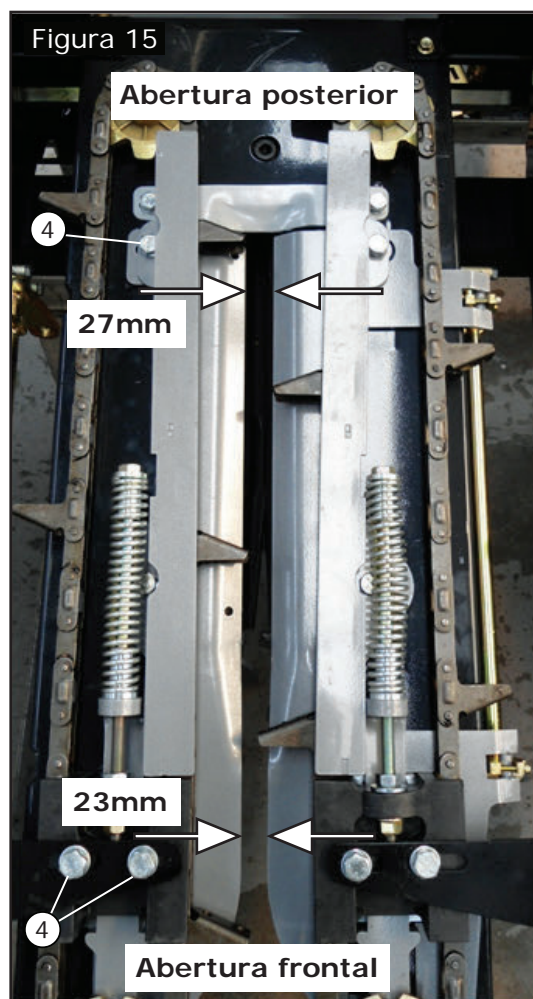

Figura 15a
Para facilitar o ajuste dos reguladores de entrada, a Linha X10 dispõe de um atuador elétrico que faz a abertura e fechamento dos mesmos através de uma caixa de controle (figura 15a), localizada na cabine da colheitadeira.
Utilizando a Caixa de controle, pode-se variar a abertura e fechamento em 14 mm. Nesse caso, passando de 23mm para 37mm na abertura frontal e de 27mm para 41mm na abertura posterior. Se a caixa de controle, figura 15a, estiver na Posição "10", significa que os reguladores estão totalmente abertos e que o pistão do atuador está totalmente fechado. Se a caixa de controle estiver na posição "0", significa que os reguladores estão totalmente fechados e o cilindro do atuador totalmente aberto.
- d) Regular o atuador com o cilindro (2) totalmente aberto (posição "0" da caixa de controle), ver figura 15a, página 17.